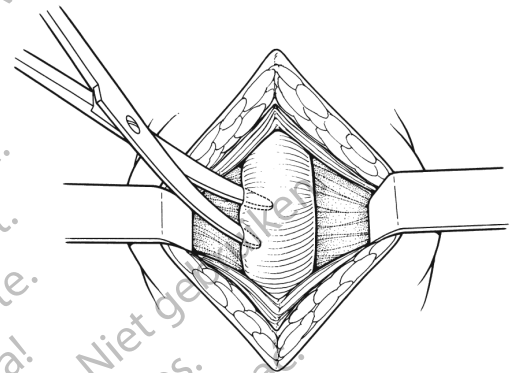

Figura 4-6. Disección del músculo bulbocavernoso
2. Practique una incisión perineal en la línea media y, con una disección roma, corte el músculo bulbocavernoso en torno a la uretra bulbar. (Figura 4-6)